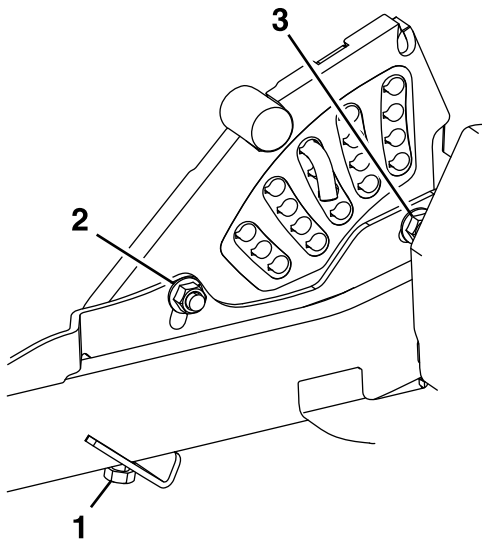

Figure 74
7. Si le tablier est trop bas, serrez le boulon de réglage monopoint dans le sens horaire (Figure 74).